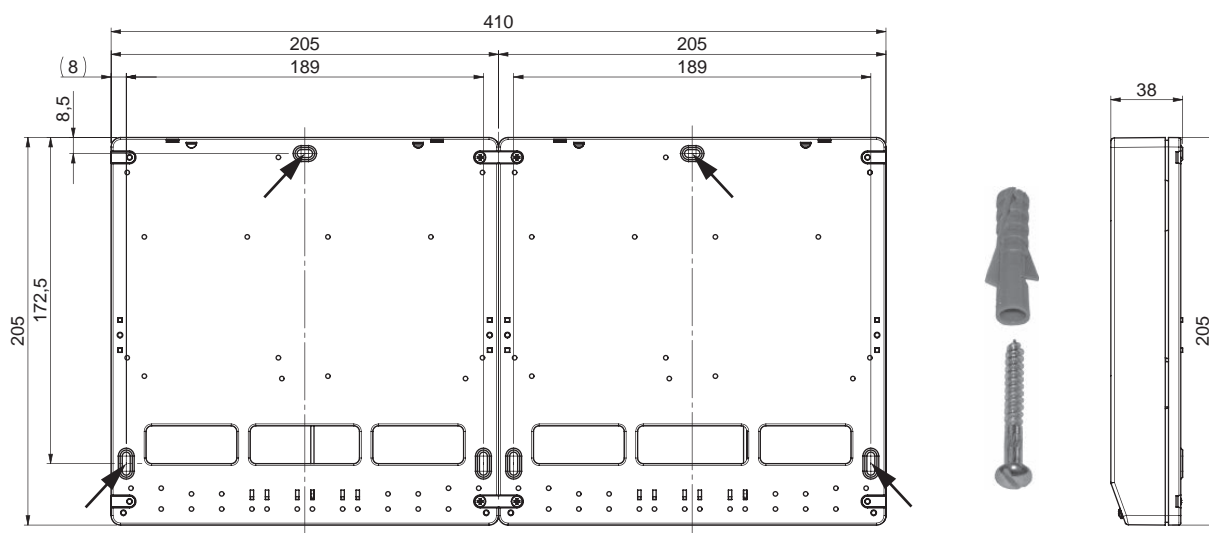

Fig. 245 Schizzo quotato - vista da dietro
- ▶ Praticare i fori di montaggio ( $\varnothing$  6 mm) nel muro come nello schizzo (Fig. 245).